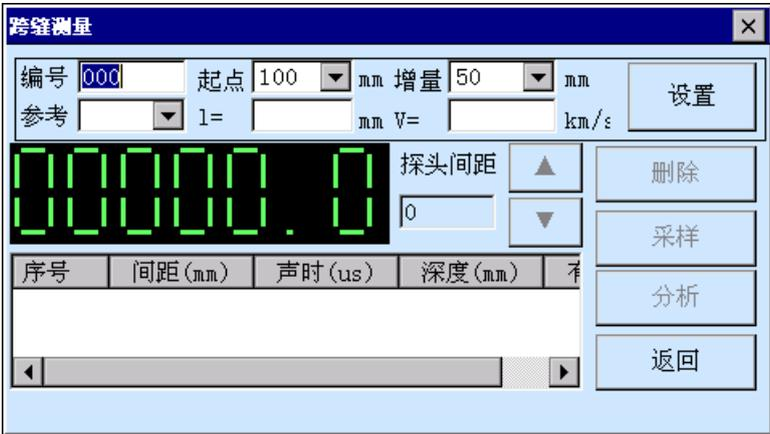

图2-16 “跨缝测量”界面
1) **设置参数**。进入跨缝测量模块如图2-16所示，首先需对参数进行设置，默认情况下，编号自动累加，起点距离为100，增量为50。